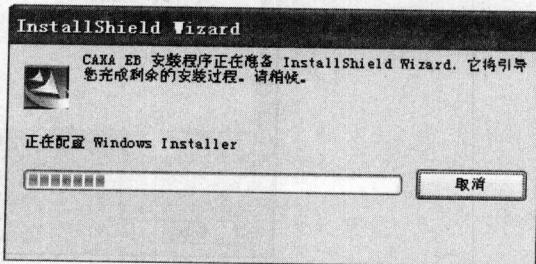

图 1-3 安装程序准备
(3) 单击“确定”按钮后,进入如图 1-3 所示的安装向导界面,系统自动进入安装程序准备状态。